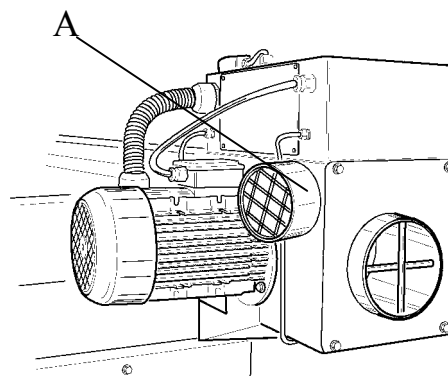

FIG.11
**E' obbligatorio perciò che venga applicato il sacco in dotazione per la raccolta dei trucioli sulla bocca di aspirazione A di diametro 160mm (fig.11).**